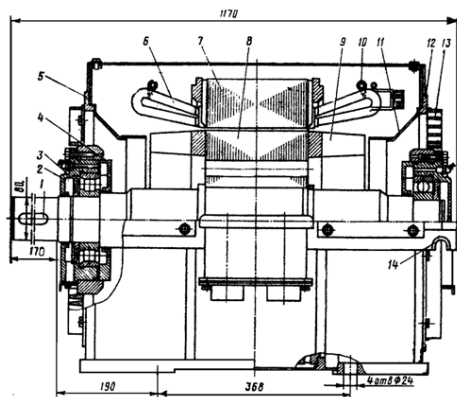

Рис. 2. Общий вид асинхронного двигателя асинхронного двигателя с высотой оси вращения $h = 280$ мм.
11. Назовите элемент 4, изображённый на рис. 2.